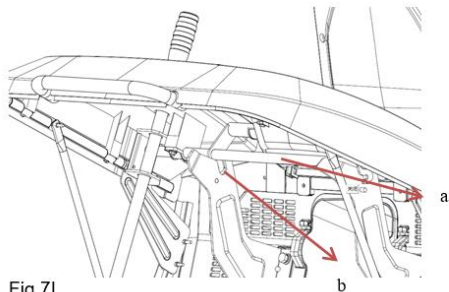

Fig.7I
1. Prindeți mânerul din față de pe capacul superior cu mâna stângă și mânerul din spate cu mâna dreaptă. De-a lungul marginii din spate a tractorului, introduceți tubul circular (a) în canelura de susținere în formă de U (b) de sus în jos. (Fig.7I)